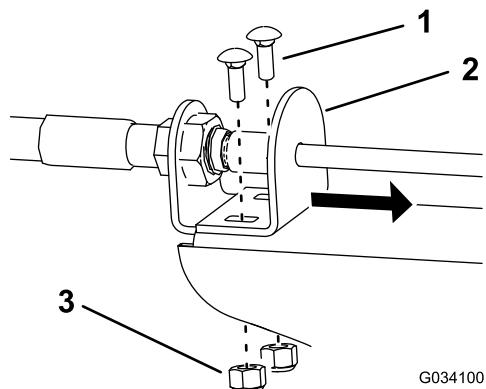

**Figure 9**
7. Fixez le support d'orientation au panneau de commande à l'aide de l'autre bouton et de la plaque de retenue (Figure 9).